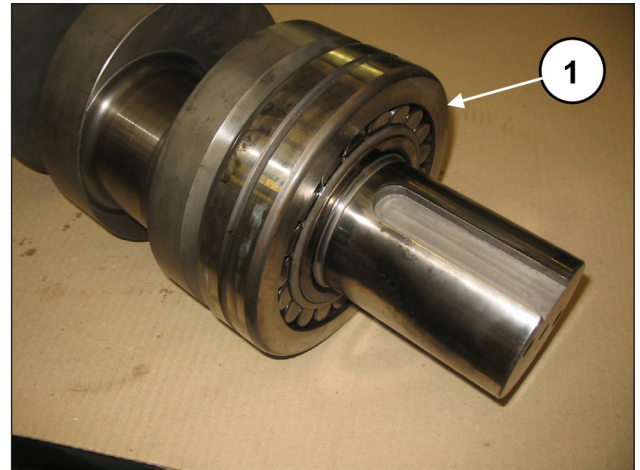
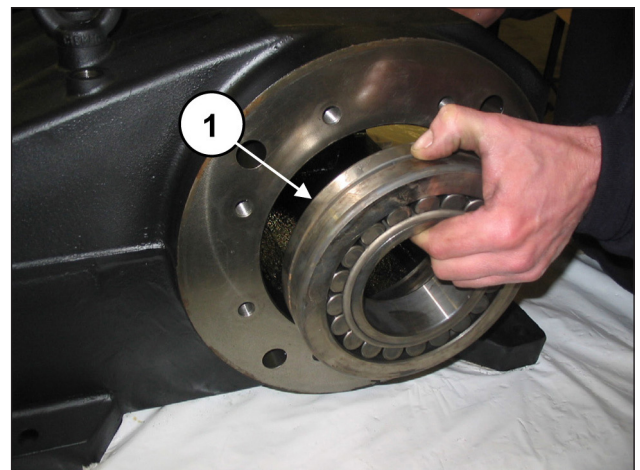

Fig. 41
Fig. 42
Prémontier le coussinet côté PTO sur l'arbre et le pousser à fond (rep. ①, Fig. 41) puis monter le coussinet de l'autre côté sur le carter (rep. ①, Fig. 42).
La bague interne du coussinet Fig. 42 est conique. Vérifier que la conicité va de l'extérieur vers l'intérieur pour recevoir correctement la douille.